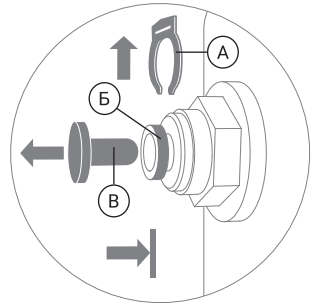

Рис. 2
1. Удалите стопорную клипсу (А). Удерживайте цанговое кольцо (Б) прижатым к основанию фитинга и аккуратно извлеките заглушку (В) (рис. 2).